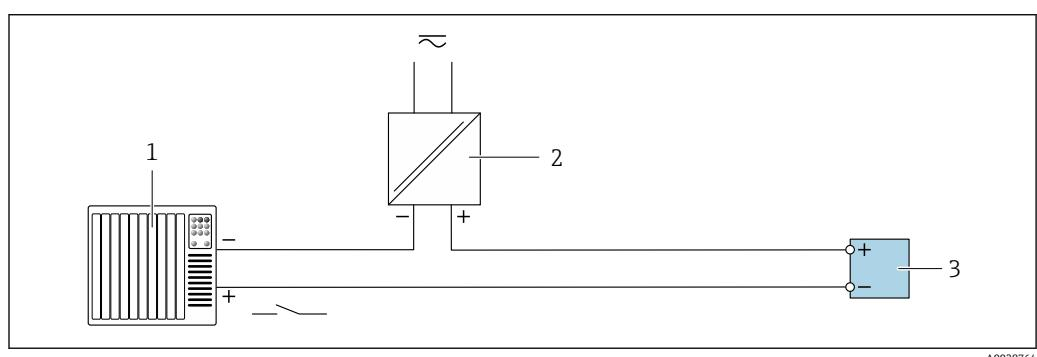

图 21 接线实例：状态输入
- 2 变送器：注意输入参数→ 图 21
- 3 变送器：注意输入参数→ 图 21
- 3 变送器：注意输入参数 → 图 21